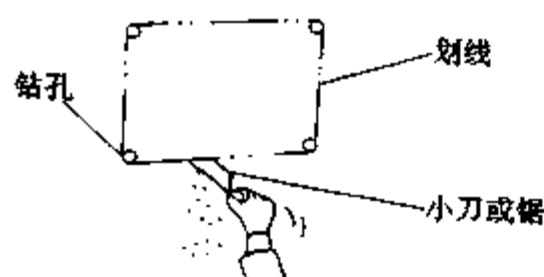

图 7-6 开孔方法
① 根据空调器的外形尺寸决定在窗口或墙壁上的开孔大小。
② 开孔操作:以划线在墙面上明确表示孔加工范围,在划线的四周用钻头在划线内侧 5cm 左右的墙面上加工开孔,贯穿墙壁可使用小刀沿着划线切入。如图 7-6 所示。